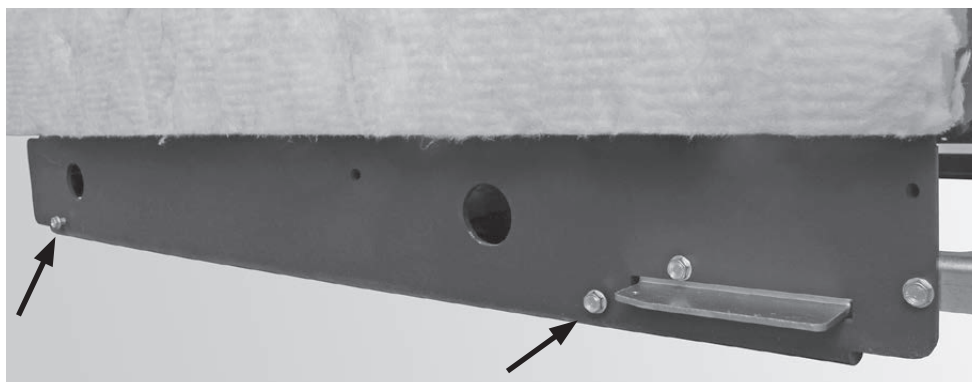

Fig. 60 Avvitare a metà 2 viti TT M6 x 12 a sinistra e a destra nella base
- ▶ Avvitare 2 viti autoformanti TT M6 x 12 a sinistra e a destra in basso nella base solo fino a metà – Fig. 60.